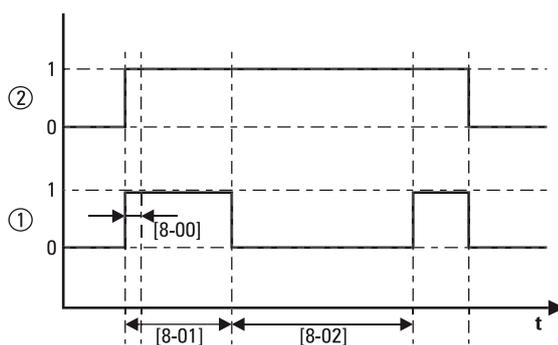

Figura 4-7 Programmazione oraria dei parametri [8-00], [8-01] e [8-02]
- [8-02] Tempo di riavvio della pompa di calore: determina la distanza minima necessaria tra due cicli di riscaldamento dell'acqua calda (vedere figura 4-7).